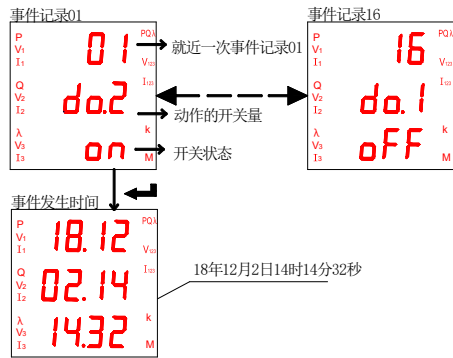

图 15
5.2.2 查看 DMY72/96 的事件记录的步骤如图 15 所示